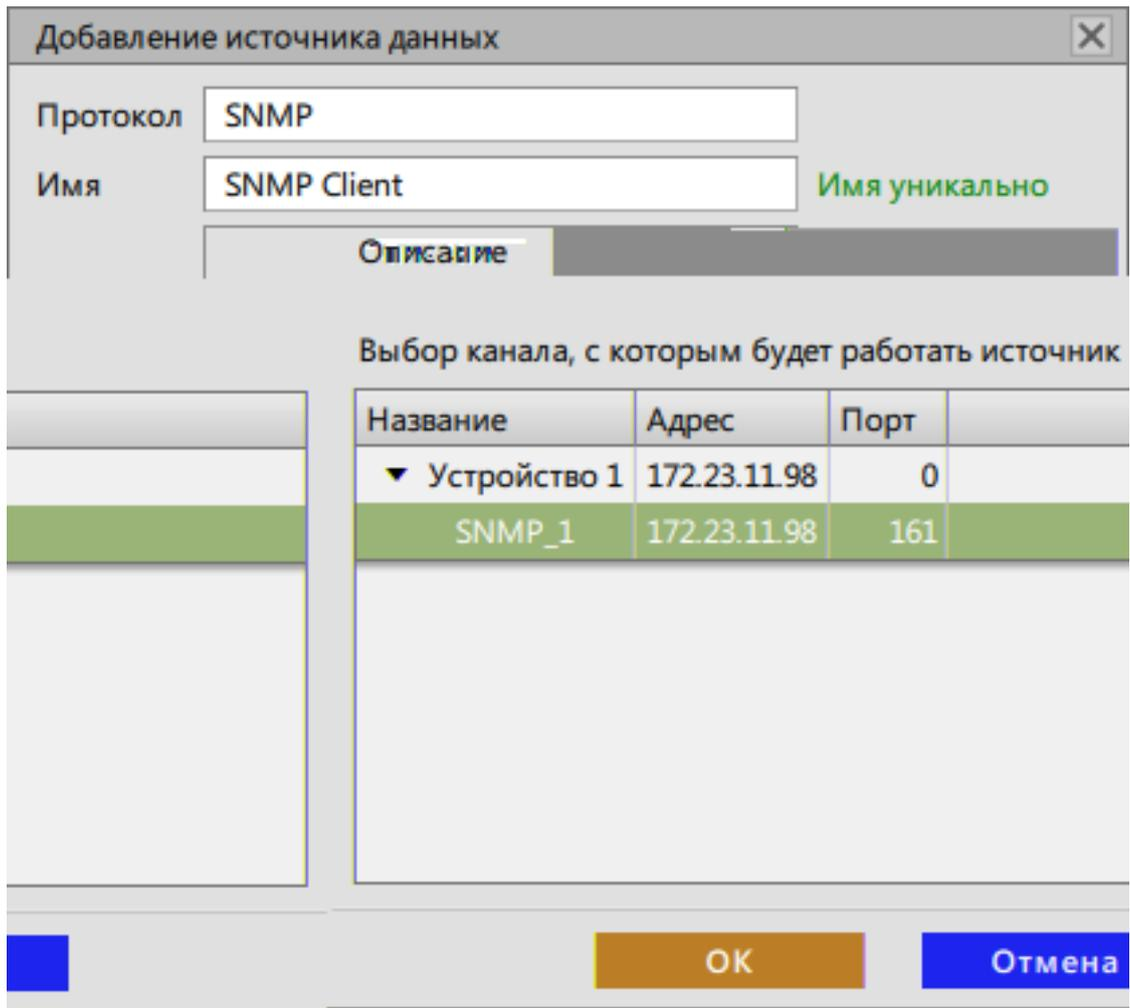

Рисунок 234 - Добавление источника данных
3. Настройте источник (Рисунок 234):